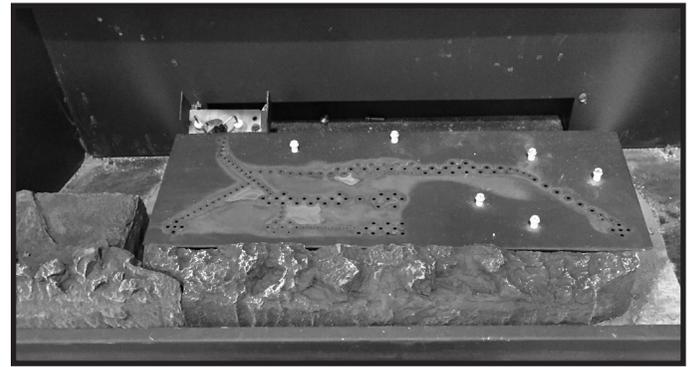

Figure 11.3 Installer le composant de l'âtre central
2. Localisez le composant de l'âtre du centre comme il est indiqué à la figure 11.3 et l'installer à côté du composant de l'âtre gauche, comme il est indiqué à la figure 11.5.